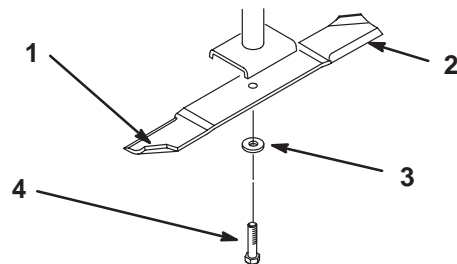
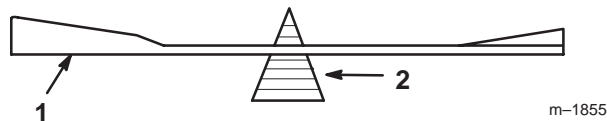

Figure 30
Figure 32
Tenez la lame à son extrémité avec un chiffon ou un gant épais. Retirez le boulon, la rondelle élastique et la lame de l'axe de la lame (Fig. 30).
2. Vérifiez l'équilibre de la lame en la plaçant sur un équilibreur (Fig. 32). Si la lame reste horizontale, elle est équilibrée et peut être utilisée. Si la lame est déséquilibrée, limez un peu l'extrémité de la partie incurvée seulement (Fig. 30). Répétez la procédure jusqu'à ce que la lame soit équilibrée.
1. Placez la lame sur l'axe (Fig. 30).
2. Installez la rondelle plate, la rondelle-frein et le boulon de fixation de la lame (Fig. 30). Serrez le boulon de lame à 115–150 Nm.